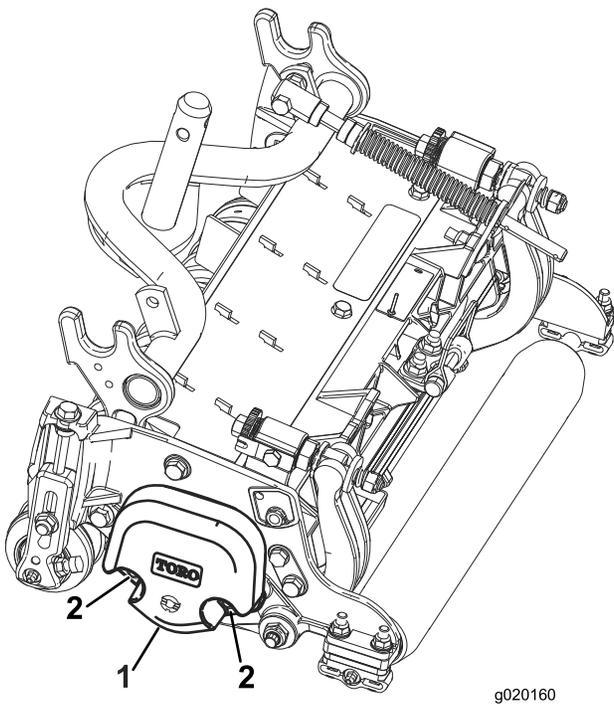

Bild 6
1. Entfernen Sie an den Mähwerken Nr. 2 und Nr. 4 die zwei Sicherungsmuttern, mit denen das Gegengewicht links am Mähwerk befestigt ist. Nehmen Sie das Gegengewicht ab (Bild 6).